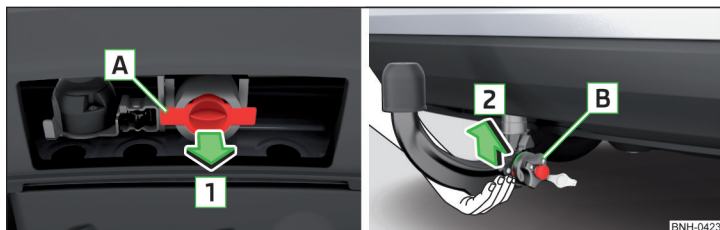

Fig. 115 Scoaterea clapetei pentru locașul de fixare/introducerea tijei cuplei
➤ Scoateți clapeta pentru locașul de fixare **A** în sensul săgeții **1** » fig. 115.
➤ Prindeți tija cuplei **de jos** » fig. 115 și introduceți-o în locașul de fixare în sensul săgeții **2** până când se fixează cu zgomot » **!**.
- Montați clapeta pentru locașul de fixare A în sens opus săgeții 1 » fig. 115 la pagina 125.